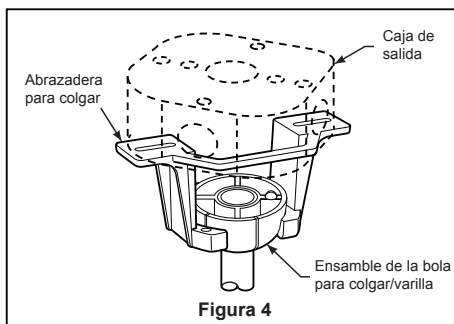

Figura 4
- ☐ 4. Afloje los dos tornillos de fijación del soporte del barral de soporte para techo a través de la varilla. Introduzca los cables de color marrón, azul, rojo, gris y amarillo cables a través de la varilla. (Figura 4)
2. Levante cuidadosamente el ventilador y coloque el ensamble de la bola para colgar/varilla en la abrazadera para colgar que acaba de fijar a la caja de salida. Asegúrese de que la ranura de la bola esté alineada con la lengüeta de la abrazadera para colgar. (Figura 4)
- ☐ 3. Realice las conexiones de cables al bloque del terminal como se muestra en la Figura 4.
- ☐ 4. Si desea instalar el kit de iluminación, sátese este paso. Instale la cubierta del cable del kit de iluminación en la ensamble de la placa de iluminación usando las dos ranuras con clave. Sustituya el tornillo extraído y fije bien los tres tornillos. (Figura 4)
- ☐ 4. Si necesita reemplazar la baterías. Retire la cubierta de la batería del control remoto con un destornillador y conserve el tornillo para luego. (Figura 4)